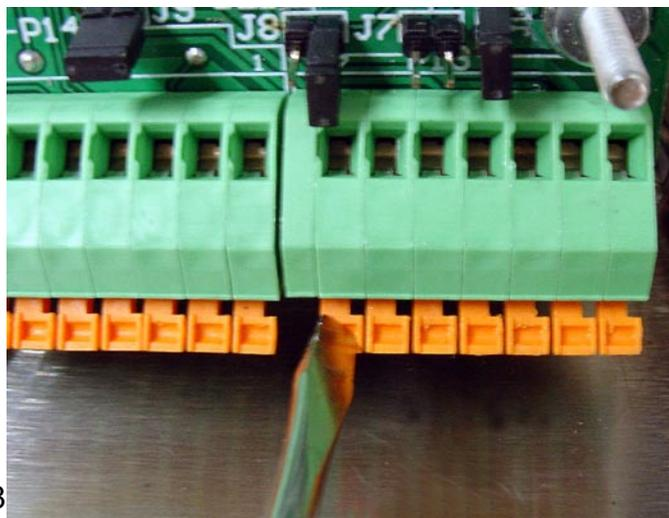

Figura No. 5
8. Para conectar un alambre, utilice un desarmador plano y presione hacia abajo sobre la barra de liberación para la terminal. Inserte el alambre en la abertura de la terminal y retire el desarmador, permitiendo entonces que la barra de liberación regrese a su posición original. Vea la Figura No. 5
7. Para terminar la conexión de un alambre, utilice un desarmador plano pequeño y presione la barra de liberación hacia abajo para la terminal. Inserte el alambre dentro de la pequeña apertura. Retire el desarmador, permitiendo que la barra de liberación regrese a su posición original, asegurando el alambre en su lugar. Ver Figura No. 5.
7. Para conectar un alambre, utilice un pequeño desarmador plano y presione hacia abajo la barra de liberación de la terminal. Inserte el alambre en la apertura de la terminal. Retire el desarmador, permitiendo que la barra de liberación regrese a su posición original, fijando el alambre en su lugar. Ver Figura No. 5.